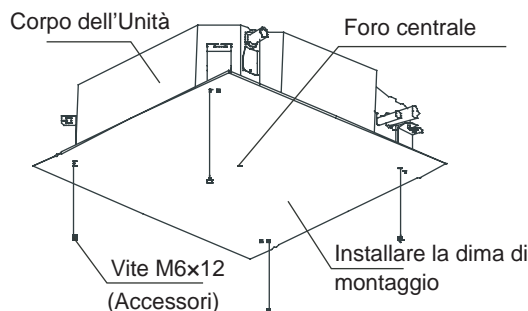

Fig. 3.8
- 2 Dopo aver installato il corpo dell'Unità, fissare la piastra di installazione (accessorio 4) al condizionatore mediante bulloni M6X12 (accessorio 5). Prima di fare ciò, verificare le dimensioni e le posizioni dell'apertura del foro sul soffitto (vedi Fig. 3.8).